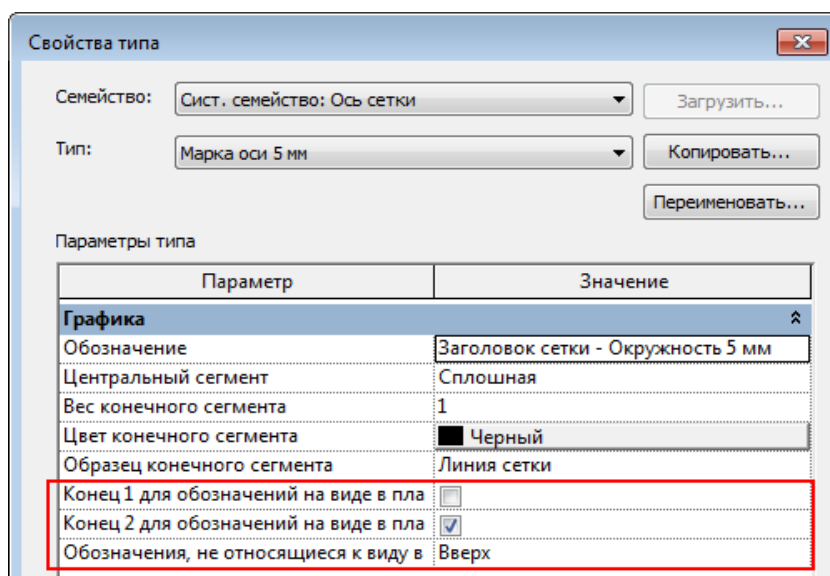

Рисунок 3.33. Настройка отображения марок сетки
3. В диалоговом окне "Свойства типа" (рисунок 3.33) выполните одно из следующих действий.